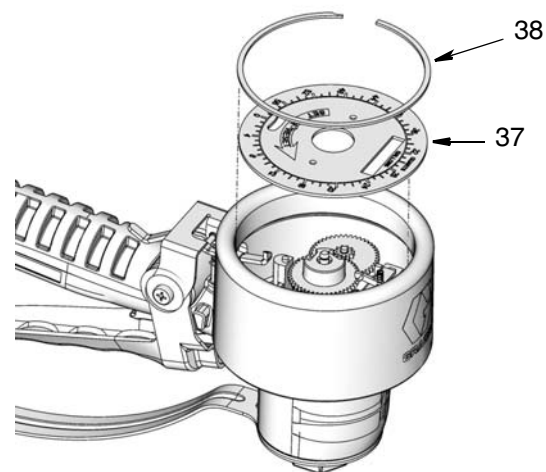

FIG. 28
4. Rimuovere la clip di fissaggio grande (38) e poi il pannello della piastra frontale (37) (FIG. 28).